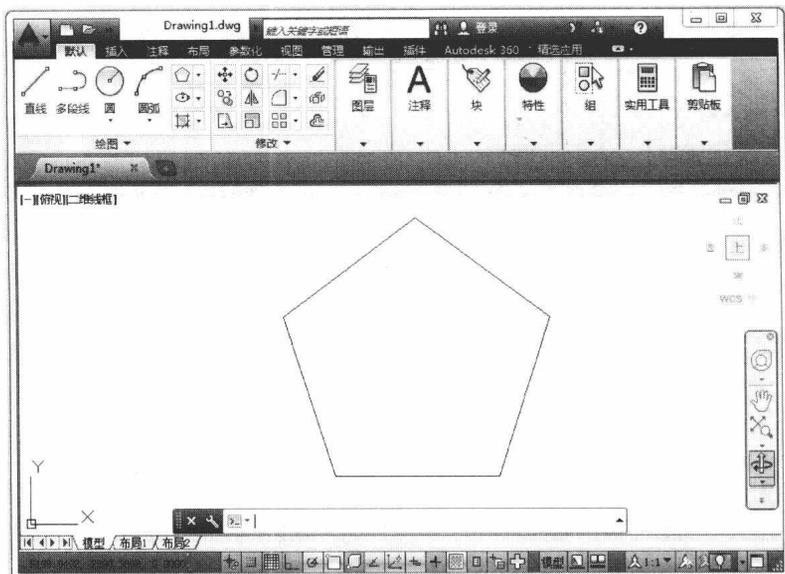

图 1.6 绘制外层正五边形效果
⑦ 按“空格”键，得到图 1.6 所示的正五边形。
⑨ 步骤三：绘制五角星，即绘制 AD、AC、BE、BD、CE 连线